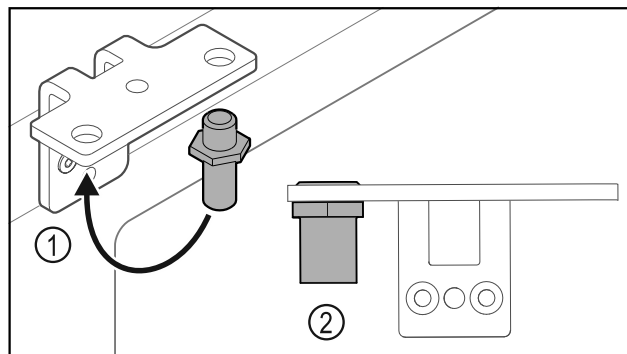

Fig. 36
- Преместете болта Fig. 36 (1) в ъгла на пантата.
- Затегнете болта Fig. 36 (2) с **въртящ момент от 12 Nm**.